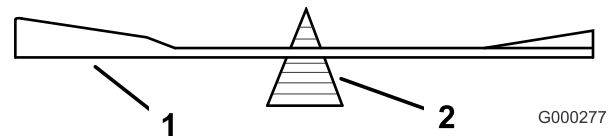
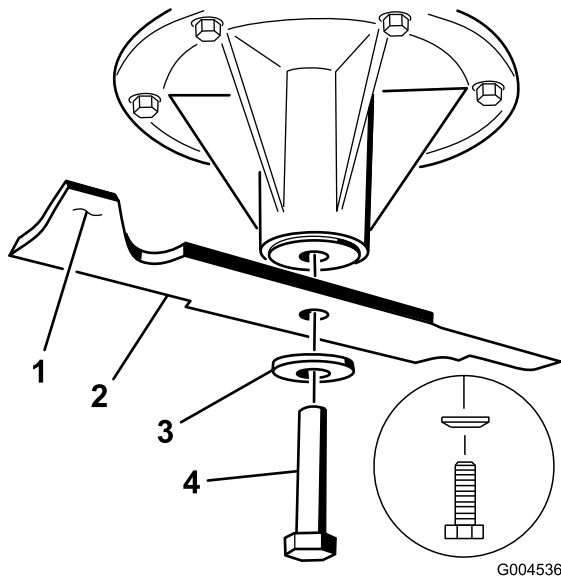

Figure 96
Figure 97
2. Vérifiez l'équilibre de la lame en la plaçant sur un équilibreur (Figure 96). Si la lame reste horizontale, elle est équilibrée et peut être utilisée. Si la lame est déséquilibrée, limez un peu l'extrémité de la partie relevée seulement (Figure 97). Répétez la procédure jusqu'à ce que la lame soit équilibrée.
1. Placez la lame sur l'axe (Figure 97).
2. Installez la rondelle élastique et le boulon de la lame. Le cône de la rondelle élastique doit être dirigé vers la tête du boulon (Figure 97). Serrez le boulon à un couple de 115 à 150 Nm (85 à 110 pi-lb).